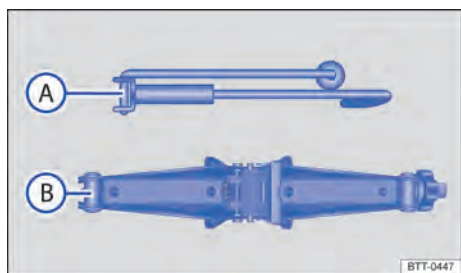

Fig. 241 Componentes do macaco sanfona.
5. Soltar os parafusos de roda a ser trocada ⇒ Página 402. Prender a manivela ⇒ Fig. 241 **(A)** no macaco sanfona **(B)**.